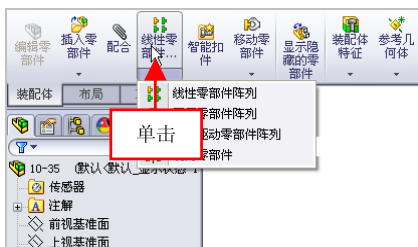

图 10-36 单击【线性零部件阵列】按钮
(2) 在【装配体】选项卡中,单击【线性零部件阵列】按钮,如图 10-36 所示。